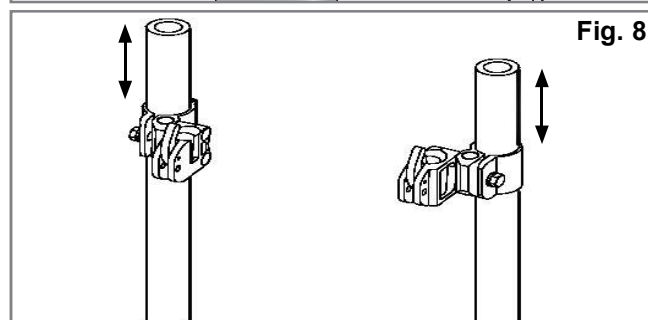
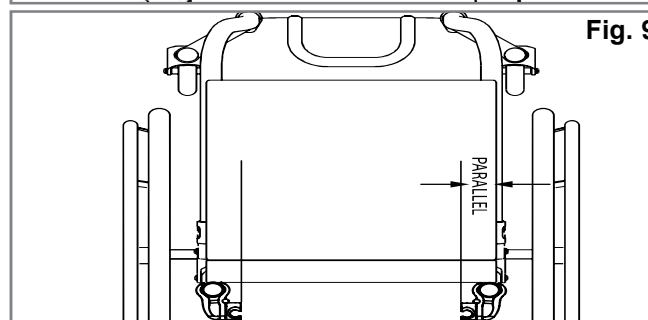

Fig. 8
Fig. 9
(Fig. 8, 9, 10.).
2. Déterminez visuellement l'emplacement des fixations sur les montants du dossier du fauteuil. Les fixations doivent être situées approximativement à la même hauteur sur chaque montant (Fig. 8) et parallèlement au cadre du siège (Fig. 9). En général, il est préférable de placer les fixations relativement haut sur les montants.